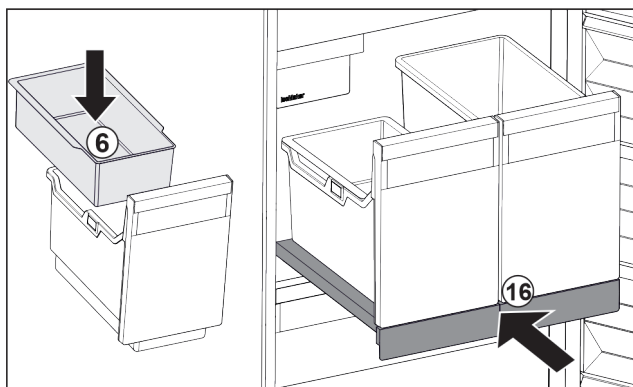

Fig. 87
- ▶ Umetnite ovješnu posudu Fig. 87 (6) za kockice leda.
- ▶ Gurnite izvlačnu ploču sa spremnikom (IceTower). Fig. 87 (16)